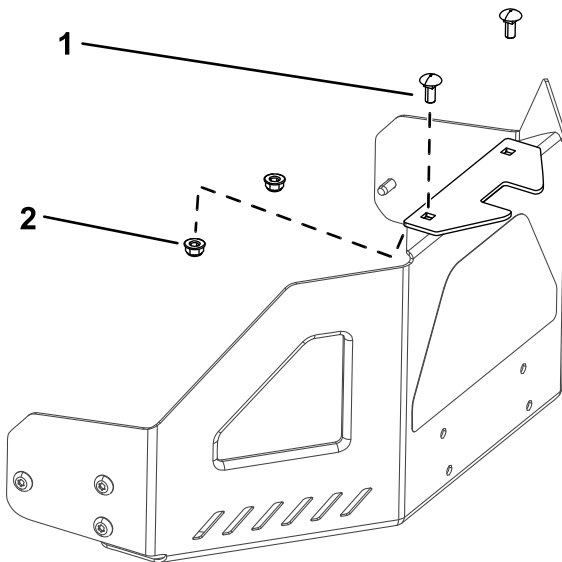

図 7
1. エンジンガードにスタビライザブラケットを取り付けるキャリッジボルト5/16 x 3/4"2本とロックナット5/16"2個を使用する 図 7。